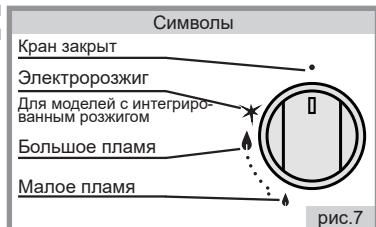

рис.7
■ Положение горелок на столе и символы состояния работы горелок схематично изображено (рис.7) возле рукоятки каждого крана на панели управления.